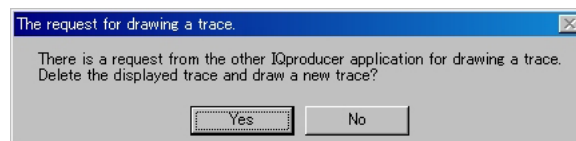

図3.1.4-4 確認表示
- (1) FFT グラフ画面の左下にある [Quick Add mode] を [Clear] に設定します。
- (2) [FFT] ボタンをクリックすると, 図 3.1.4-4 のようなメッセージが表示されます。